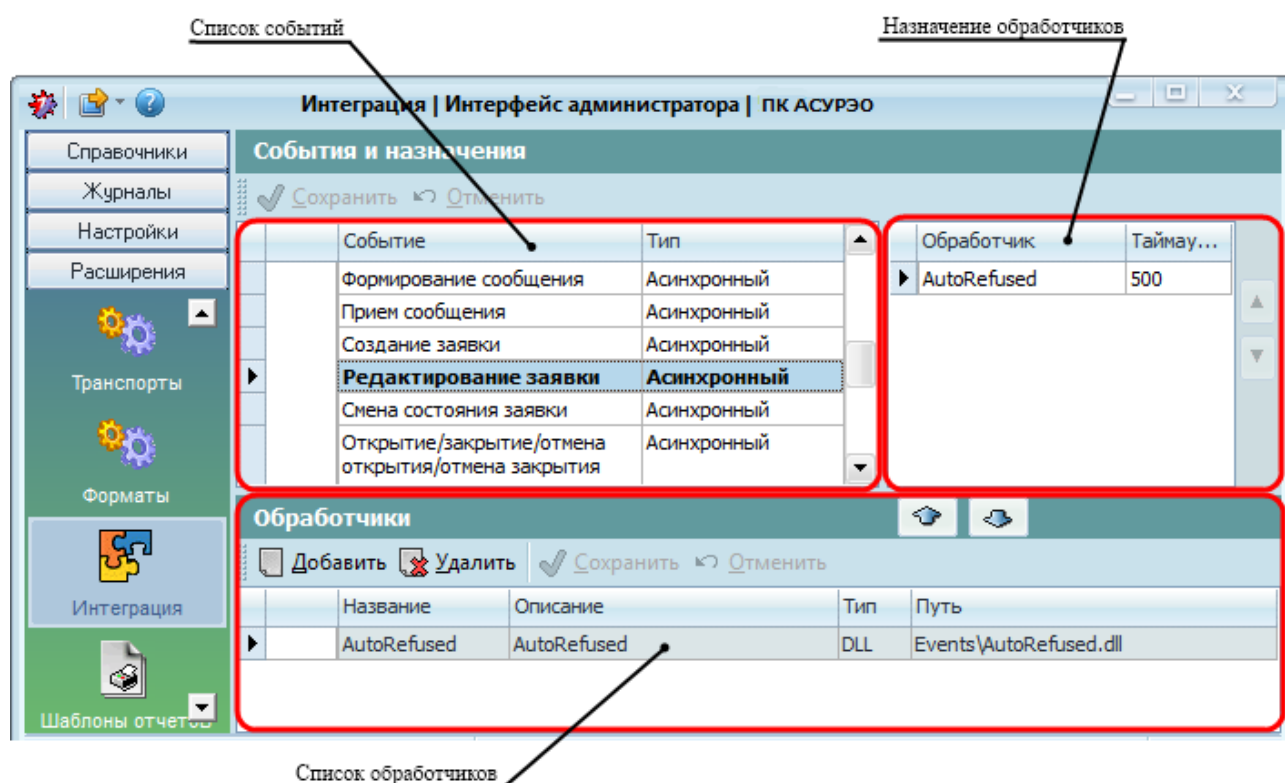

Рисунок 7.115 – Форма «Интеграция»
- **Список обработчиков.** Область содержит настраиваемый перечень всех зарегистрированных в системе обработчиков. Список представляет собой таблицу, поля которой соответствуют параметрам обработчиков. Для того чтобы обработчик можно было назначить на событие, его необходимо зарегистрировать в АСУРЭО . Регистрация обработчика включает задание параметров обработчика и сохранение информации об обработчике на сервере АСУРЭО . Регистрация (добавление) новых обработчиков, их редактирование и удаление производится с помощью соответствующих кнопок на панели инструментов в области «Список обработчиков» (Рисунок 7.115). Работа с кнопками [Добавить], [Удалить], [Сохранить], [Отменить] описана в разделе «6.3.2 Описание основных элементов управления». Список регистрируемых обработчиков заполняется администратором комплекса и содержит следующие поля: